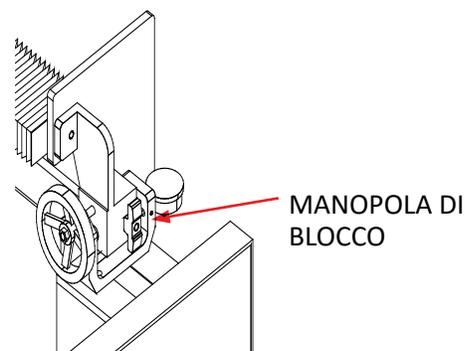

FIG. 34
2. Controllare il gruppo di regolazione del lato destro. Il comparatore dovrebbe leggere .500. In caso contrario, allentare la manopola di blocco e regolare il volantino fino a quando l'indicatore a quadrante non indica 0,500 e serrare la manopola di blocco. Vedi FIG. 34.